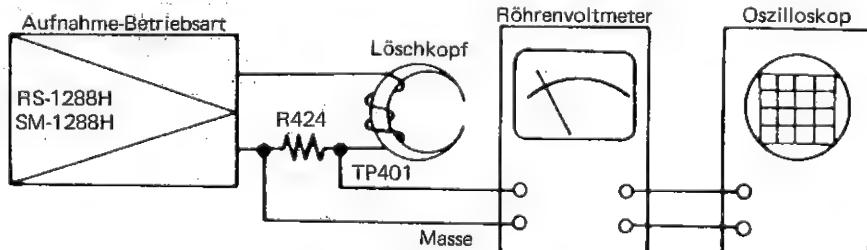

Abbildung 32-2
■ LÖSCHSTROMPRÜFUNG (Siehe Abbildung 32-2.)